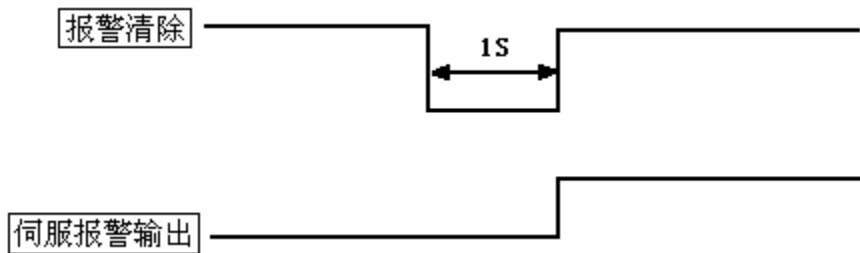

图 8.3 外部报警清除时序图
3) 不断电源 (三相主电源), 在清除故障源后, 通过报警清除输入信号 (ALM_RST), 采用外部报警复位方式来清除报警, 其时序如图 8.3 所示。复位后驱动单元面板上的 AL 红灯熄灭(表示报警被清除), 伺服报警 (ALM) 输出 OFF, 驱动单元 XS5 输入/输出端子故障连锁继电器常开触点闭合。